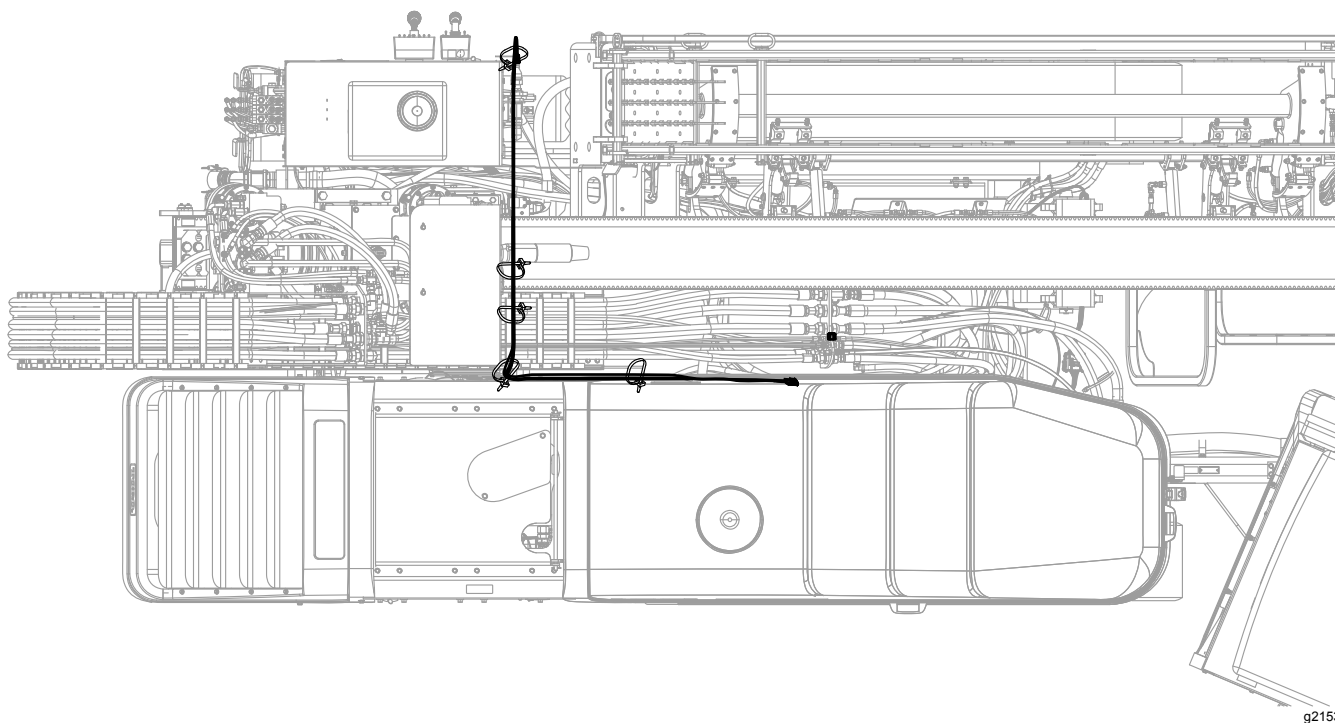

Figure 7
10. Attachez le faisceau de câblage en place avec les serre-câbles (Figure 7).